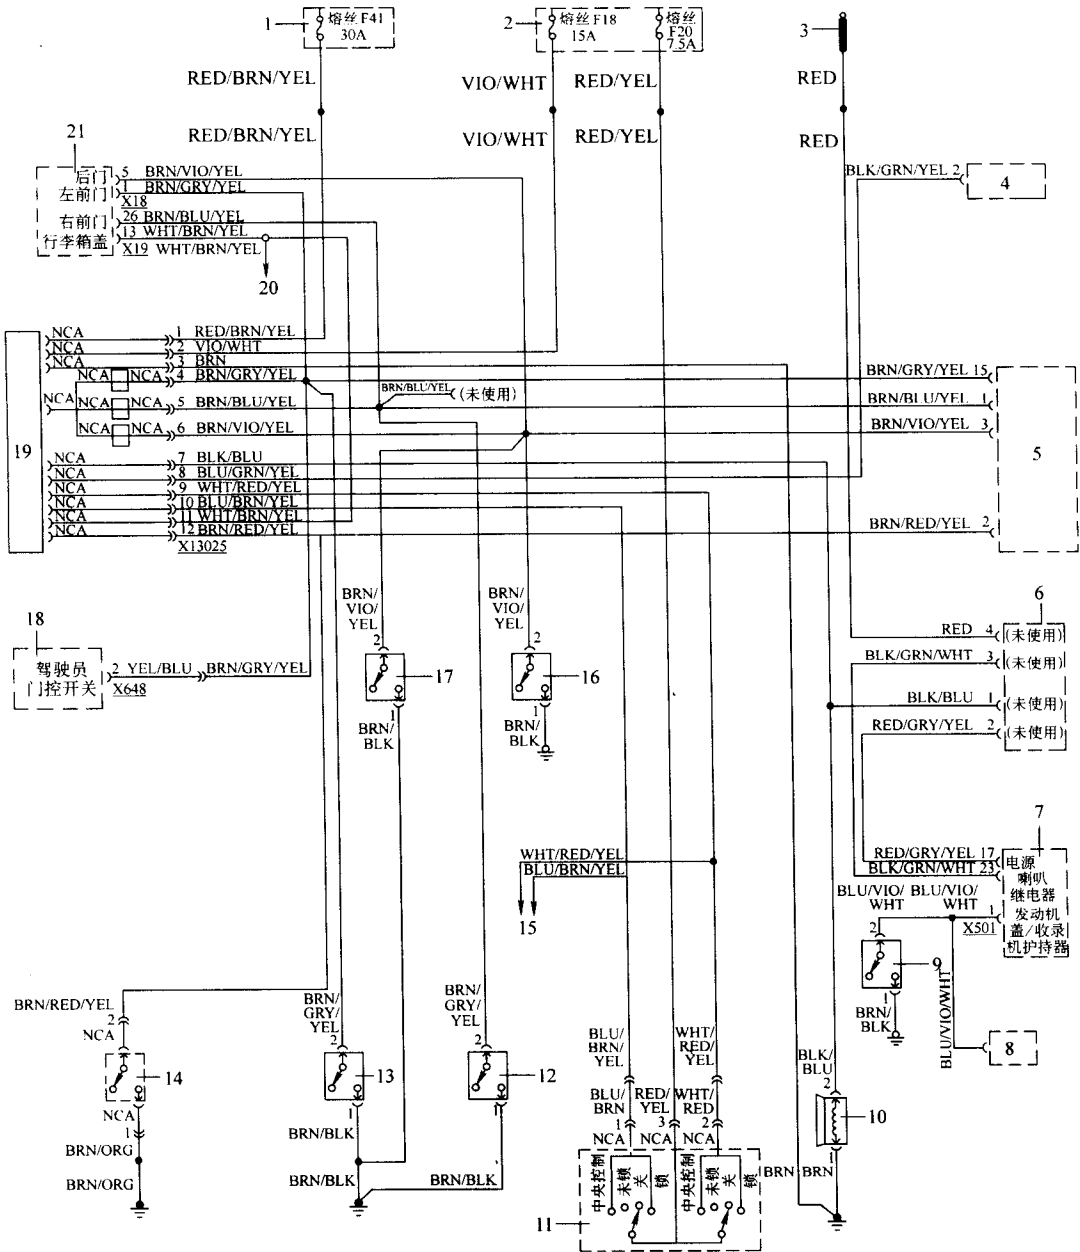
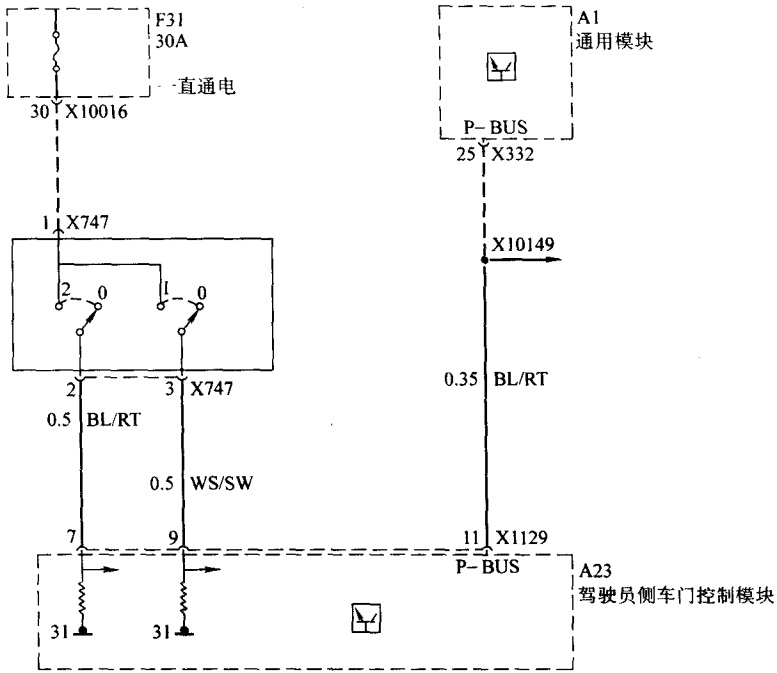

图 7-25 宝马 740i 和 740il 防盗系统电路 (1994 年车型)
图 7-33 宝马 740i 和 750iL (E38) 防盗系统驾驶员侧车门锁开关电路 (1996 年车型)
(3) 宝马 7 系中央门锁与防盗系统电路, 如图 7-25 ~ 图 7-33 所示。